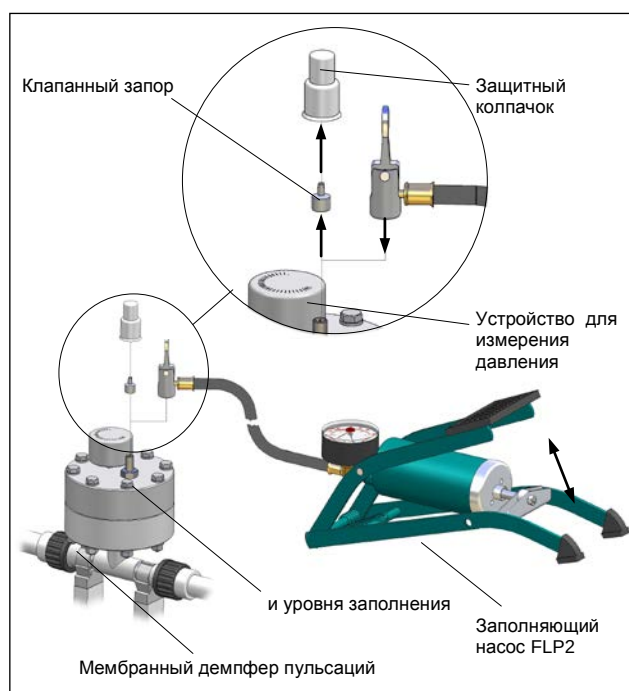

Рис. 12 Подсоединение заполняющего насоса FLP2
- Создать в демпфере пульсаций газовую подушку с помощью описанного выше устройства для заполнения путем нагрузки на демпфер, создаваемой давлением газа / воздуха на уровне около 60% ожидаемого рабочего давления (см. рис. 12).